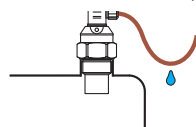

Рис. 9: Защита от проникновения влаги
- Кабель рекомендуем прокладывать под кабельной втулкой (провисанием наклонно вниз) по рис. 9. Это предотвратит возможное **проникновение влаги**. В этом случае могут свободно стекать дождь и конденсирующаяся вода.